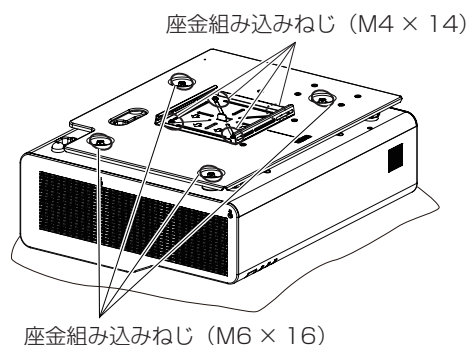

図 2
- 7) 取付用ベース金具セットをプロジェクターに固定している座金組み込みねじ (M6 × 16) 4 本を取り外す (図 2)
- 8) 取付用ベース金具セット上の座金組み込みねじ (M4 × 14) 4 本を取り外して、取付用ベース金具と連結プレートに分離する (図 2)